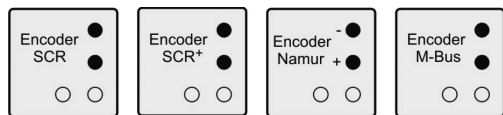

Fig. 10 : Autocollant encodeur
- Pour le raccordement, utilisez uniquement un câble blindé (DIN EN 60079-14) et respectez l'affectation correcte des broches (voir autocollant apposé à côté du couvercle de la boîte à bornes), fig. 10.